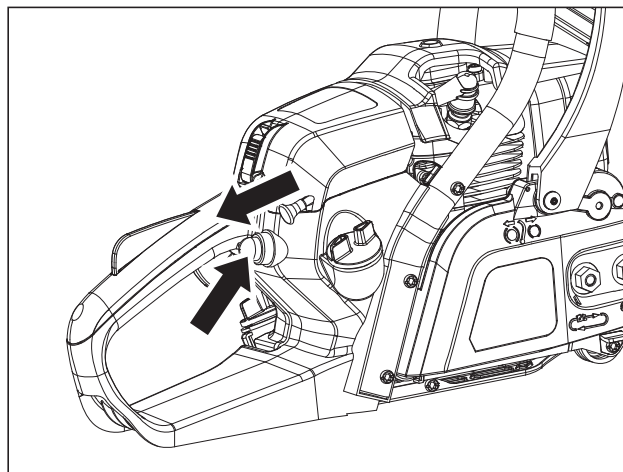

Fig. 7
2. Presione la perilla de cebado de 6 a 10 veces, de manera lenta pero firme, hasta que el combustible entre en dicha perilla (Fig. 7).
3. Jale la perilla de estrangulación completamente hacia afuera, hasta la posición FULL CHOKE (estrangulación total) (Fig. 7).